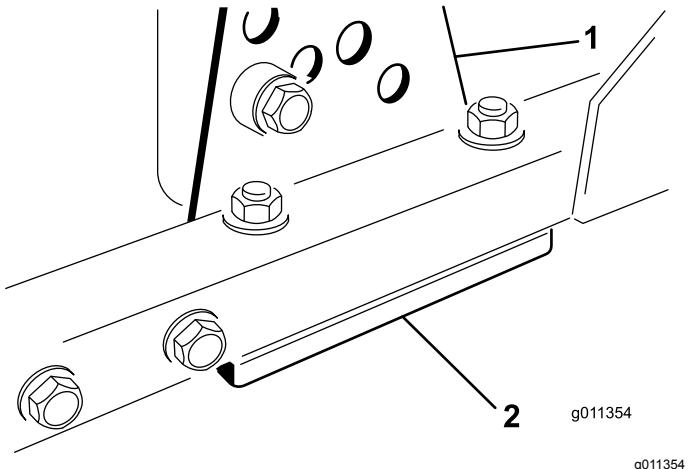

Figura 75
1. Togliete la staffa dell'altezza di taglio (anteriore, sinistra o destra) dal telaio del piatto di taglio (Figura 75).
2. Regolate gli spessori da 1,5 mm e/o gli spessori da 0,7 mm tra il telaio del piatto di taglio e la staffa per ottenere l'impostazione dell'altezza desiderata (Figura 75).